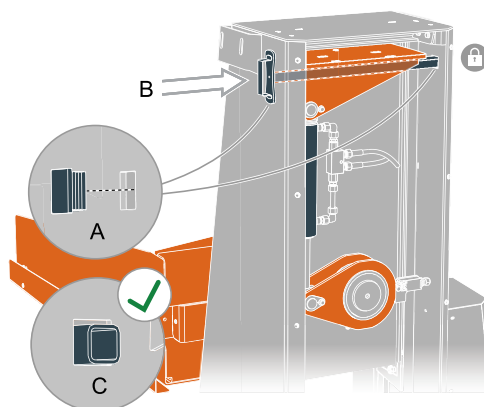

Figura 13 Bloccaggio del contenitore di carico in posizione di servizio
2. Rimuovere i tappi di plastica che coprono il foro ai lati della colonna portante, vedere la figura 13.
4. Installare i tappi di plastica che coprono il foro ai lati della colonna portante, vedere la figura 13.